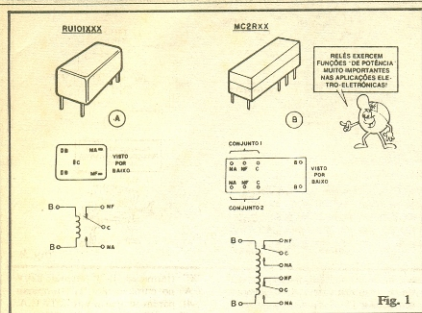

Fig. 1
- FIG. 1 - Em 1-A vemos (aparência, pinagem e símbolo) um exemplar da
Quando à identificação dos terminais (FIG. 1), o Leitor/Aluno deve familiarizar-se, desde já, com os termos e abreviações: